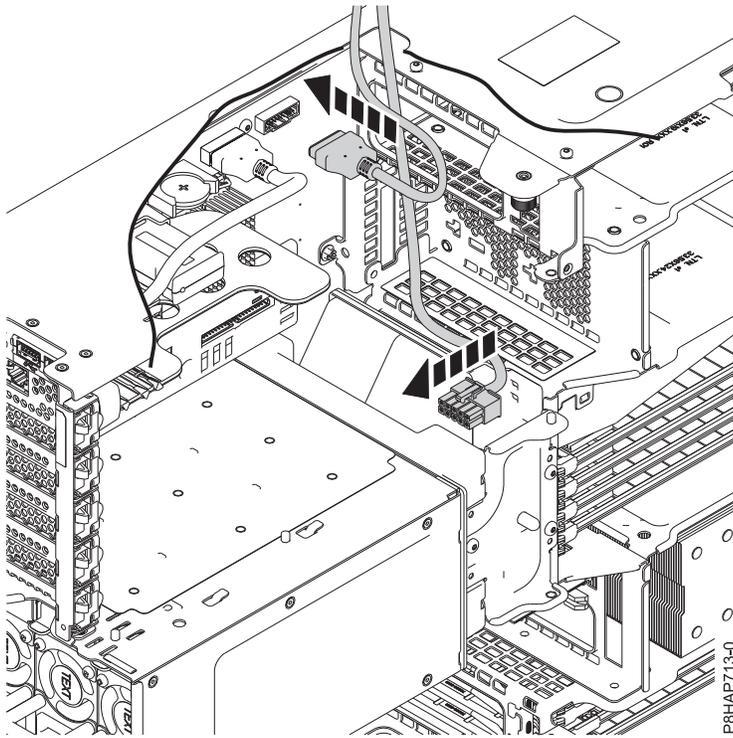

Figura 68. Ligue os cabos USB e da fonte da alimentação da base de acoplamento RDX interna (FC EUA3) à placa planar do sistema
3. Ligue a nova fonte de alimentação da base de acoplamento RDX interna (FC EUA3) à placa plana do sistema. Consulte o tópico Figura 68 na página 82.